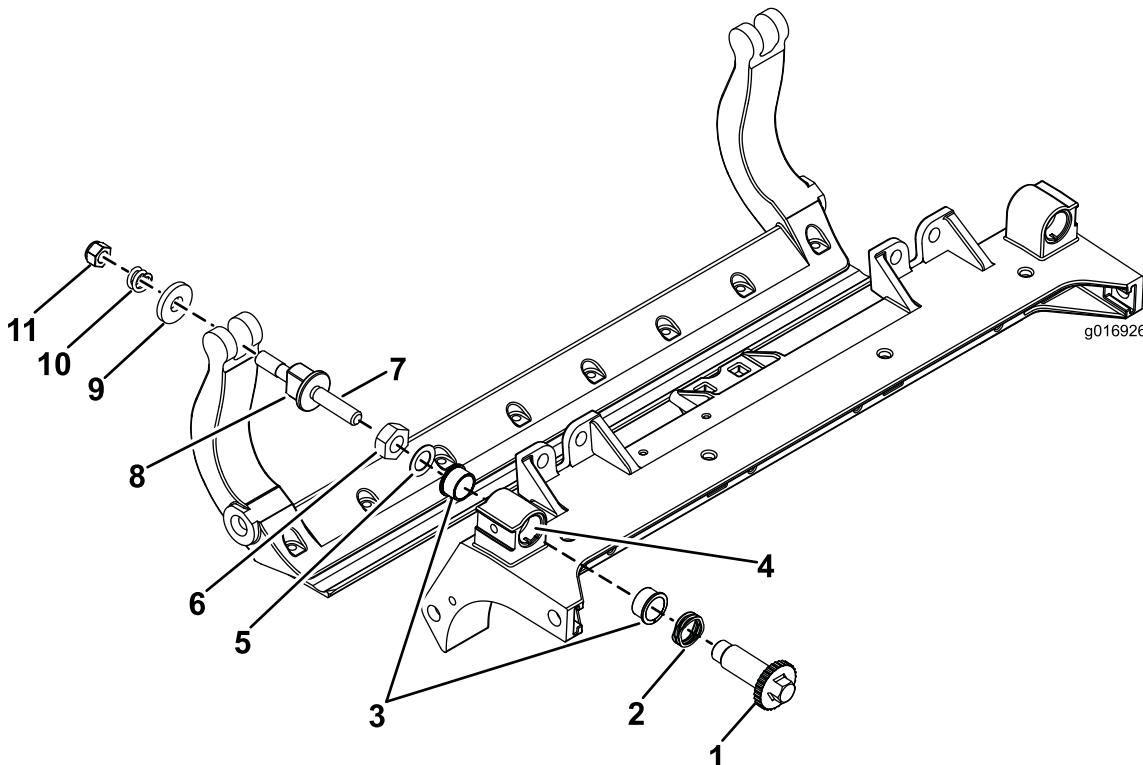

図 33
- 全部のパーツを取り外すHD DPA キットモデル 120-7230 の取り付け要領書および図 33 を参照。
- カッティングユニットのセンターフレームのブッシュ挿入場所にネバーシーズを塗布する図 33。
- フランジブッシュのキーとフレームのキー溝を揃えて、ブッシュを挿入する図 33。
- アジャスタシャフトにウェーブワッシャを通して、アジャスタシャフトをカッティングユニットのフレームのフランジブッシュに通す図 33。
- 平ワッシャとロックナットでアジャスタシャフトを固定する図 33。ホイールナットを 20-27 N-m 15-20 ft-lb=0.17-0.23 kg.m にトルク締めする。
- ベッドバー bolt と bolt についているナットとワッシャ 6 枚で、ベッドバーを各サイドプレートに固定する。ナイロンワッシャはサイドプレートの両側のボスに嵌め込む。その外側からスチール製ワッシャを取り付ける図 33。ベッドバー bolt を 27-36 Nm (2.8-3.7 kg.m=240-320 in-lb) にトルク締めする。左右の遊びが完全になくなつて外側のスチール製ワッ